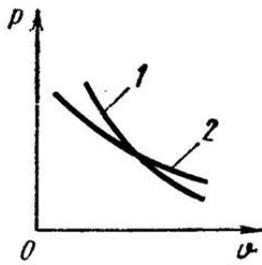

Рис. 4.4. Взаимное расположение адиабаты и изотермы идеального газа в  $p$ - $v$ -диаграмме
4). Адиабатный процесс (Рис.4.4).